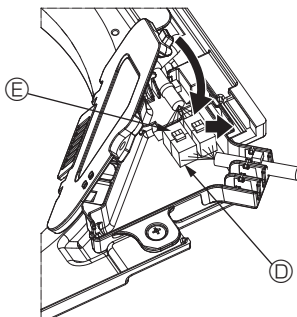

Fig. 5-10
- ③ Nach dem Positionieren der Kabel im Anschlusskasten den Anschlusskastendeckel schließen. Sicherstellen, dass die Kabel nicht eingequetscht werden. (Fig. 5-10) Beim Schließen des Anschlusskastendeckels den Deckel in Pfeilrichtung schieben und darauf achten, dass die Haltenase fest eingesetzt ist.